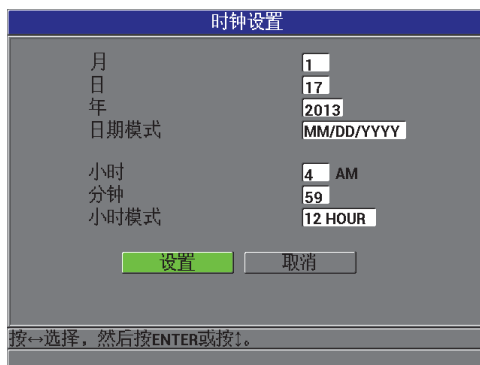

图 3-3 时钟设置屏幕
3. 在**时钟设置**屏幕中（参见第 60 页的图 3-3）：